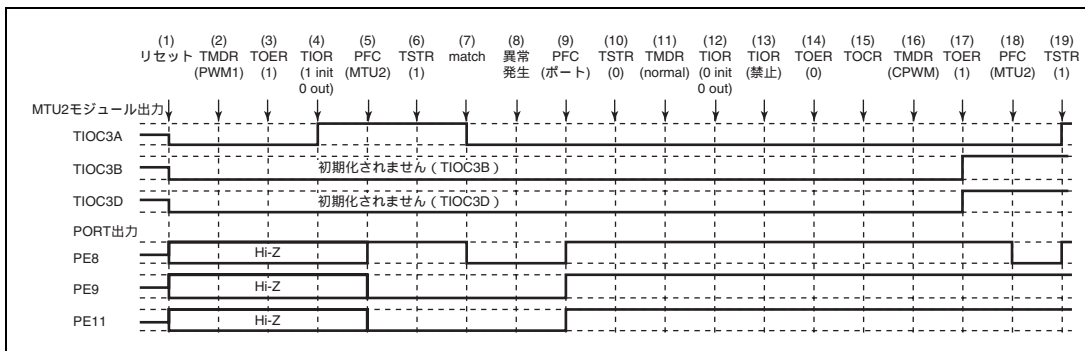

図 11.151 PWM モード 1 で異常が発生し、相補 PWM モードで復帰する場合
PWM モード 1 で異常が発生し、再設定後相補 PWM モードで再スタートする場合の説明図を図 11.151 に示します。
(1) ~ (14) は図 11.151 と共通です。
(15) TOCR でリセット同期 PWM の出力レベルと周期出力の許可禁止を選択してください。
(16) リセット同期 PWM を設定します。
(17) TOER でチャンネル 3、4 の出力を許可してください。
(18) PFC で MTU2 出力としてください。
(19) TSTR で再スタートします。